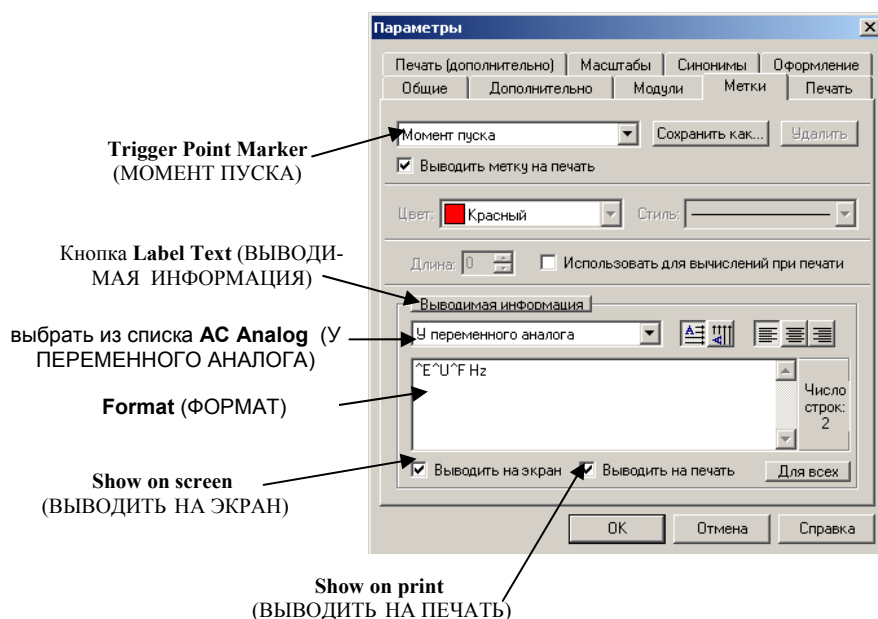

Рисунок 16
- активизировать кнопку **Label Text (ВЫВОДИМАЯ ИНФОРМАЦИЯ)**, и в открывшемся листе **Specifications of text information format (Спецификации формата информации)**, выбрать **format information (формат информации)**, в которой будет представлена измерительная информация в текущем поле в текущей метке, рисунок 16;